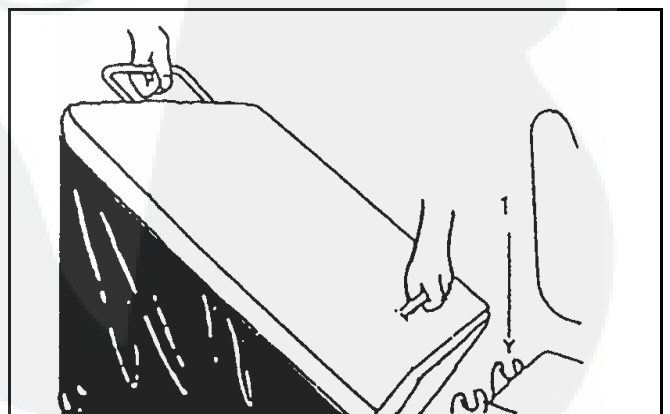

Fig.6
PLAATS VAN DE OPVANGBAK(Fig. 6)
1. Neem met 2 handen de opvangbak vast. Geef hem ongeveer een hoek van 40° (fig. 6).